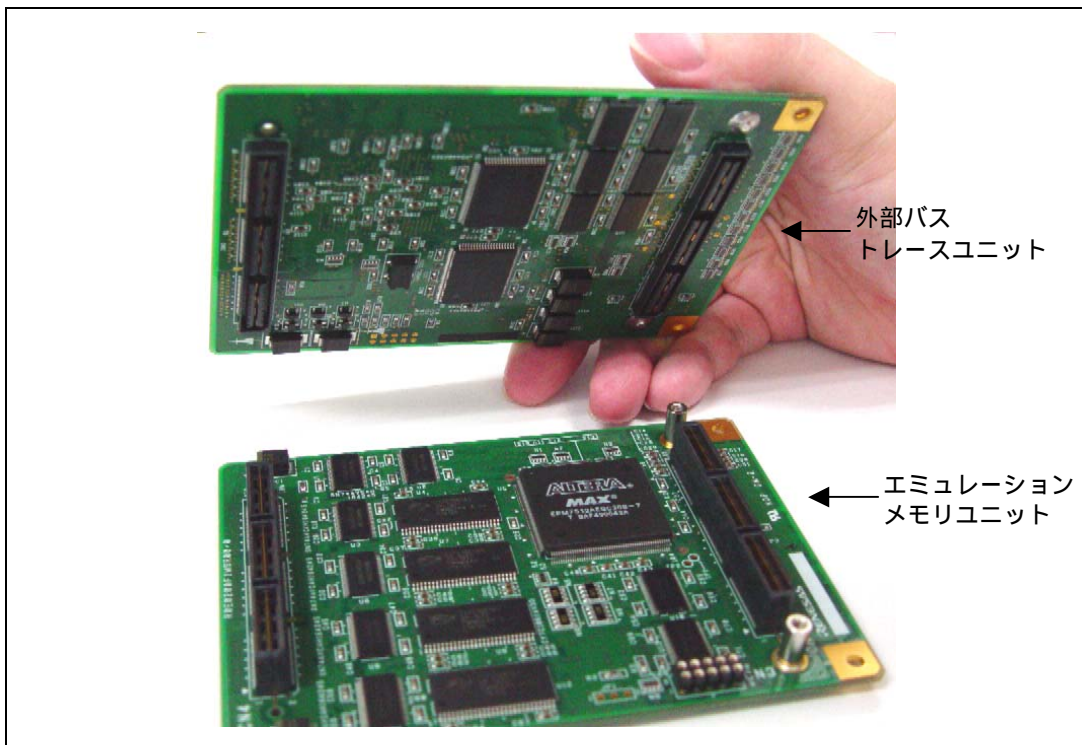

図 2.22 外部バストレースユニットとエミュレーションメモリユニットの接続方法
- 外部バストレースユニットとエミュレーションメモリユニットを組み合わせご使用になる場合は、図 2.22 のように外部バストレースユニットとエミュレーションメモリユニットを接続してください。